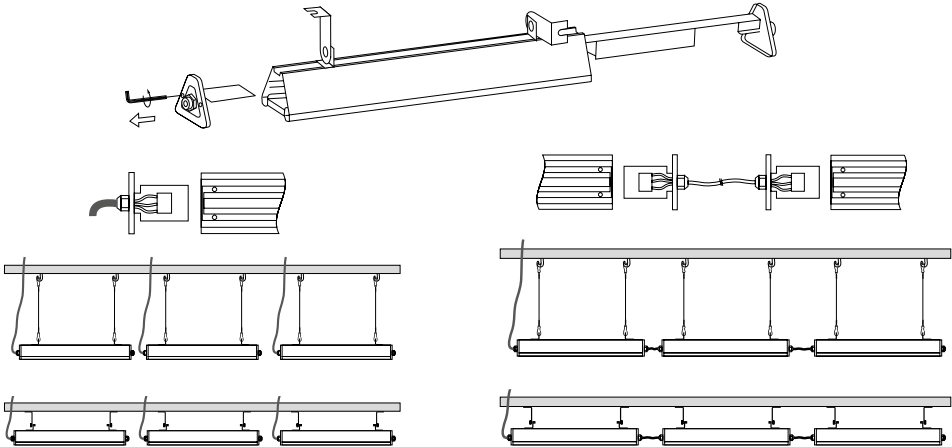

Рис. 4. Способы подключения светильников
- 3.9. Проденьте провод питания сети АС 230 В и управления через гермоввод и подключите кабель к клеммной колодке одним из способов, показанных на рис. 4, строго соблюдая маркировку (коричневый, L — «фаза»; синий, N — «ноль»; желто-зеленый, РЕ — «заземление»).